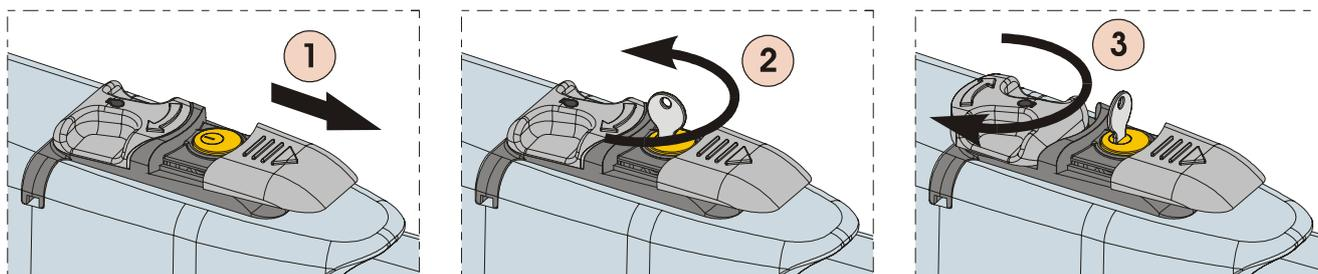

Fig. 21
- 2) Faire coulisser le capuchon de protection, Fig.21/1.
- 3) Introduire la clé et la tourner de 90°, Fig.21/2.
- 4) Pour débloquer l'opérateur tourner de 180° le levier de manœuvre dans la direction de la flèche présente sur le système de déblocage, Fig.21/3.